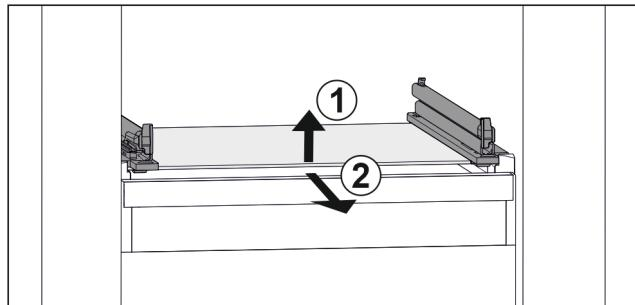

Fig. 72 Simbolična slika steklene plošče
- ▶ Stekleno ploščo dvignite v smeri naprej. Fig. 72 (1)
- ▶ Stekleno ploščo odstranite v smeri naprej. Fig. 72 (2)